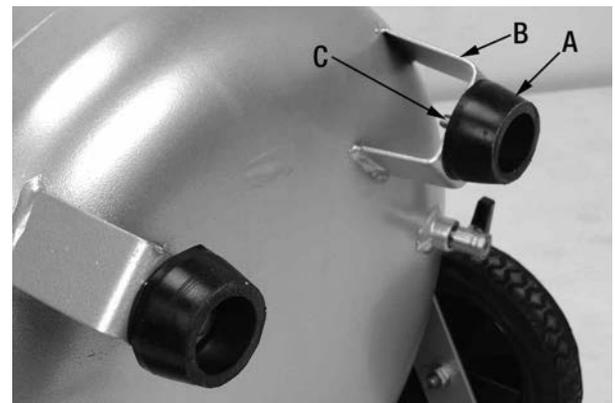

FIGURE 5
3. Ensuite, installez les deux pieds en caoutchouc (A) Fig.5 sur les supports (B) sous le réservoir en utilisant une rondelle et un écrou hexagonal (C). Repositionnez le compresseur en position verticale.